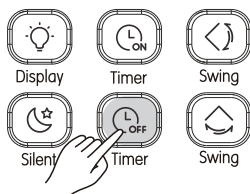

Abb. 3.18
- ② An der Taste  oder mit ▲ und ▼ stellen Sie den Timer ein;
- ③ Die Fernbedienung sendet die beendeten Timer-Einstellungen zum Innengerät.
- ① Drücken Sie auf  (siehe Abbildung 3.18). Jetzt erscheinen die Anzeigen Timer Off an der Fernbedienung und 0.0H im Timer-Bereich. Geben Sie jetzt die Ausschaltzeiten vor.